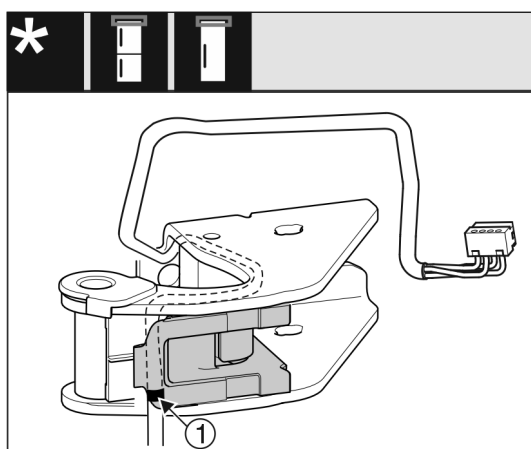

Fig. 28
- Për këtë duhet që shenja e mesit të ndodhet në buzën e mbajtëses së kabllos Fig. 28 (1).